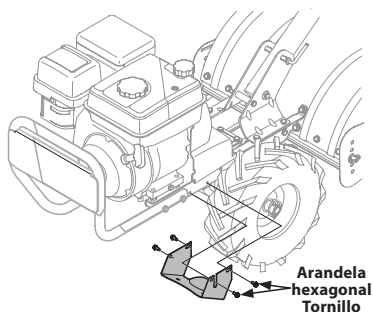

Figura 18
3. Retire los cuatro tornillos de arandela hexagonal de 1/4-20 que sujetan la cubierta de la polea al bastidor como se observa en la Figura 18, y extraiga dicha cubierta y colóquela a un lado en un lugar seguro hasta que vuelva a instalarla.